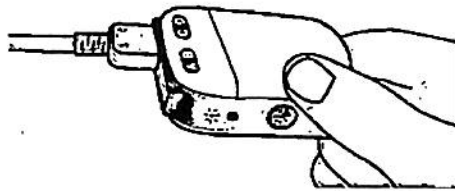

Figura 5. Conexión del cable de estimulación intraoperatoria 2x8 al estimulador de prueba externo 2
3. Conecte la extensión del cable de estimulación intraoperatoria al estimulador de prueba externo 2 con la etiqueta "CD" (Figura 5).